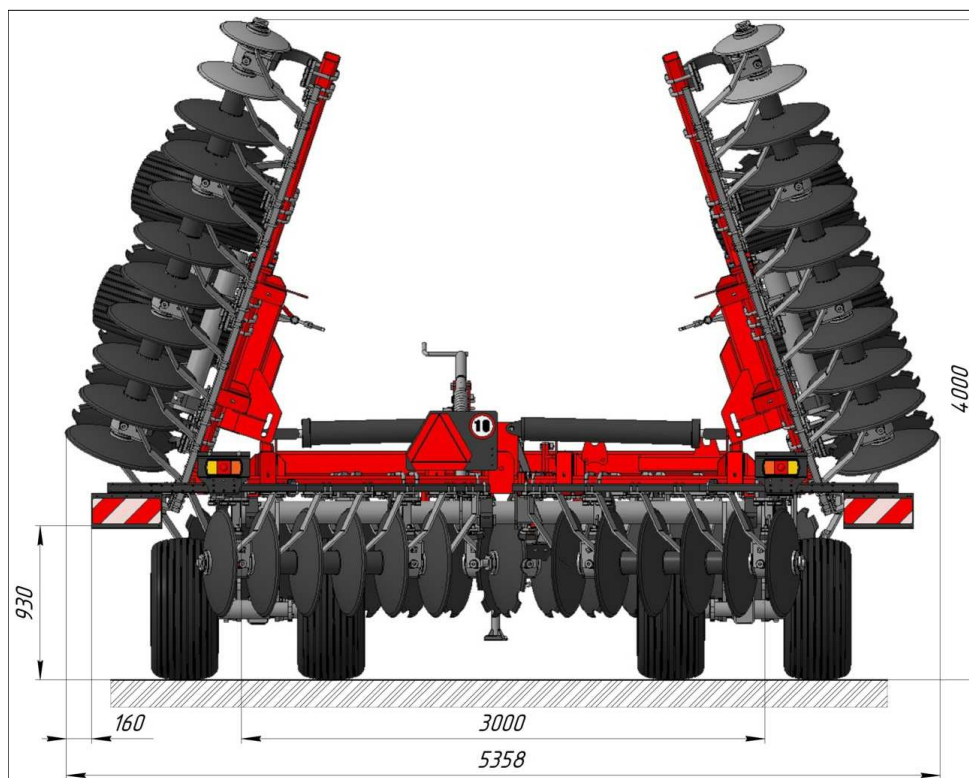

Рисунок 9.1 – Схема установки и установочные размеры сигнальных панелей и кронштейнов задних фонарей на бороне DX-850/880 (Вид сзади)
- проверить состояние световозвращателей (см. рисунок 9.1, 9.2), сигнальных щитков и общее техническое состояние;